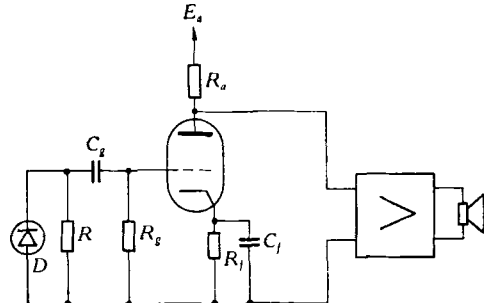

图8 电影机还音输入电路
(2) 用于电影机做还音元件: 图8是用硅光电池做电影机还音元件的输入电路图。原来D用的是光
电管,放大器是高阻抗输入的电子管电路,改用硅光电池后则要调整一下输入线路中的阻容元件,使其阻抗匹配,如图8中的R和R_e分别改成500Ω—1kΩ和200—300kΩ。